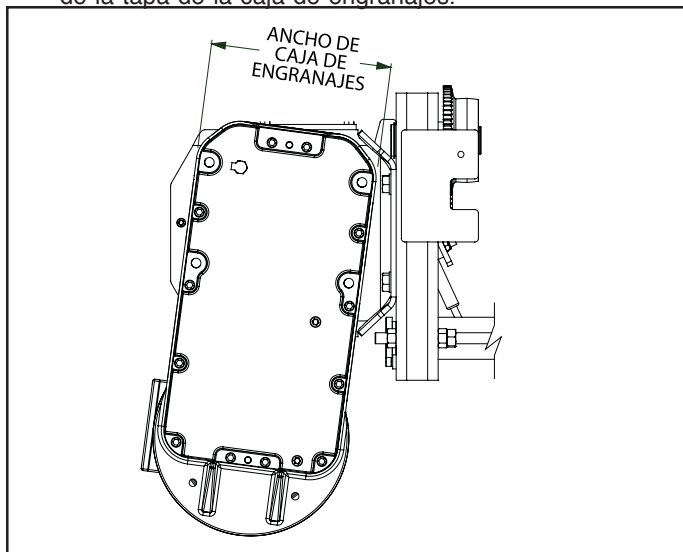

Figura 4-2. Ilustración del Ancho de la Caja de Engranajes
e) Rellene el depósito a través del orificio de relleno, hasta el nivel adecuado (parte inferior del orificio del tapón de nivel de aceite), utilizando **GCOH** (Párrafo 4-7). La cantidad de aceite requerida depende del tamaño general de la caja de engranajes; se utilizan tres tamaños para los polipastos “Global King”. Para determinar el tamaño y cantidad de aceite que debe ser agregado, mida el ancho de la caja de engranajes del polipasto (ver Figura 4-2). La Estructura “B” mide 24.76 cm de ancho y requiere aproximadamente 5 cuartos de galón de aceite (4.7 litros). La Estructura “C” mide 31.75 cm y requiere aproximadamente 11 cuartos de galón de aceite (10.34 litros). La Estructura “D” mide 43.18 cm y requiere aproximadamente 12 cuartos de galón de aceite (11.35 litros).